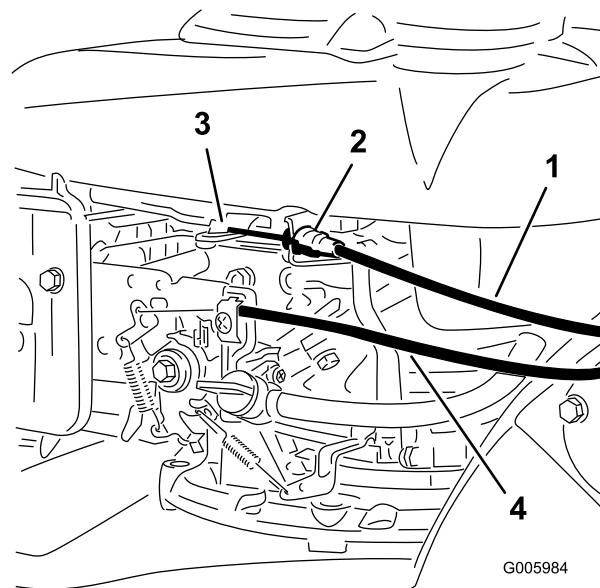
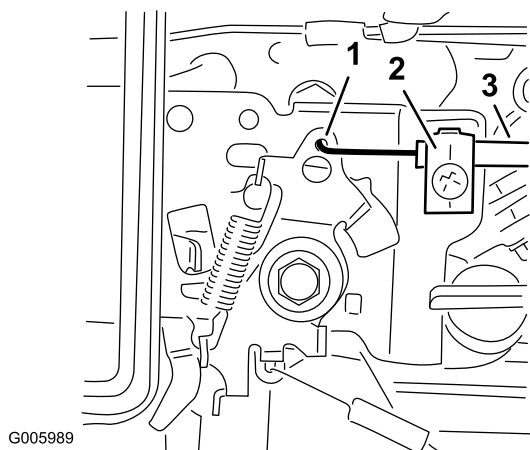

Figura 6
Figura 8
3. Pase el cable de freno de la cuchilla por fuera del manillar por fuera y conecte el extremo del cable (Figura 6).
7. Pase el cable del acelerador por fuera del manillar, inserte la cubierta del cable en la abrazadera y conecte el extremo del cable a la palanca del acelerador, en el motor (Figura 6 y Figura 8).